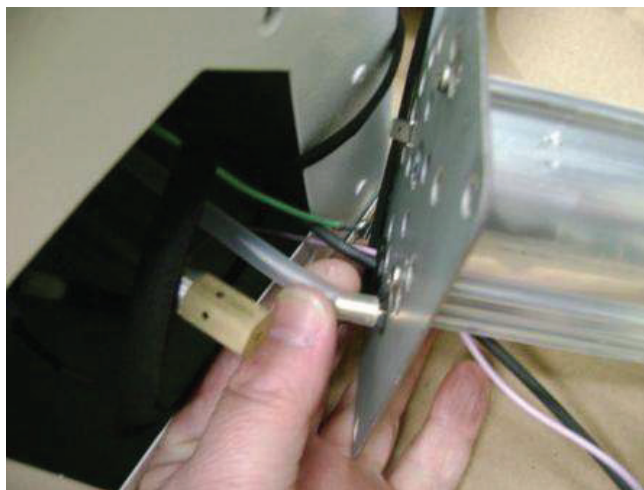

Figure 25. Connexions de l'assemblage du brûleur
5. Débranchez l'allumage, la sonde de flamme, les fils de terre et les tubes en silicone du pressostat (voir **Figure 25**) si nécessaire.